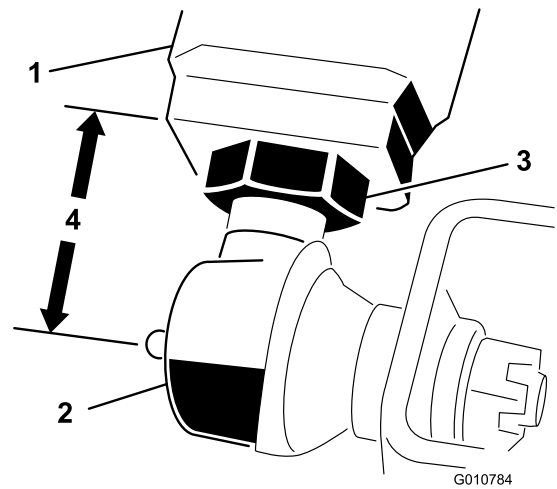

Figura 5
- Meça a distância a partir da extremidade de cada braço de elevação para o centro da rótula esférica (bocal de lubrificação). A distância deve ser de aproximadamente 57 mm (Figura 5).